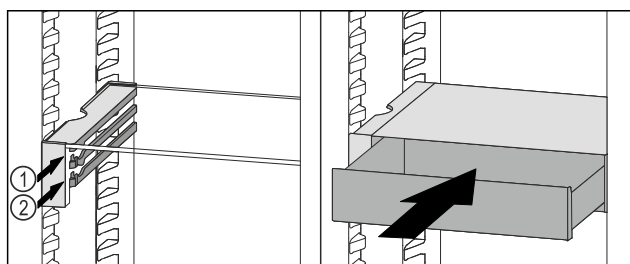

Fig. 136
- Placer le tiroir VarioSafe derrière les butées sur la nervure désirée Fig. 136 (1) ou Fig. 136 (2).